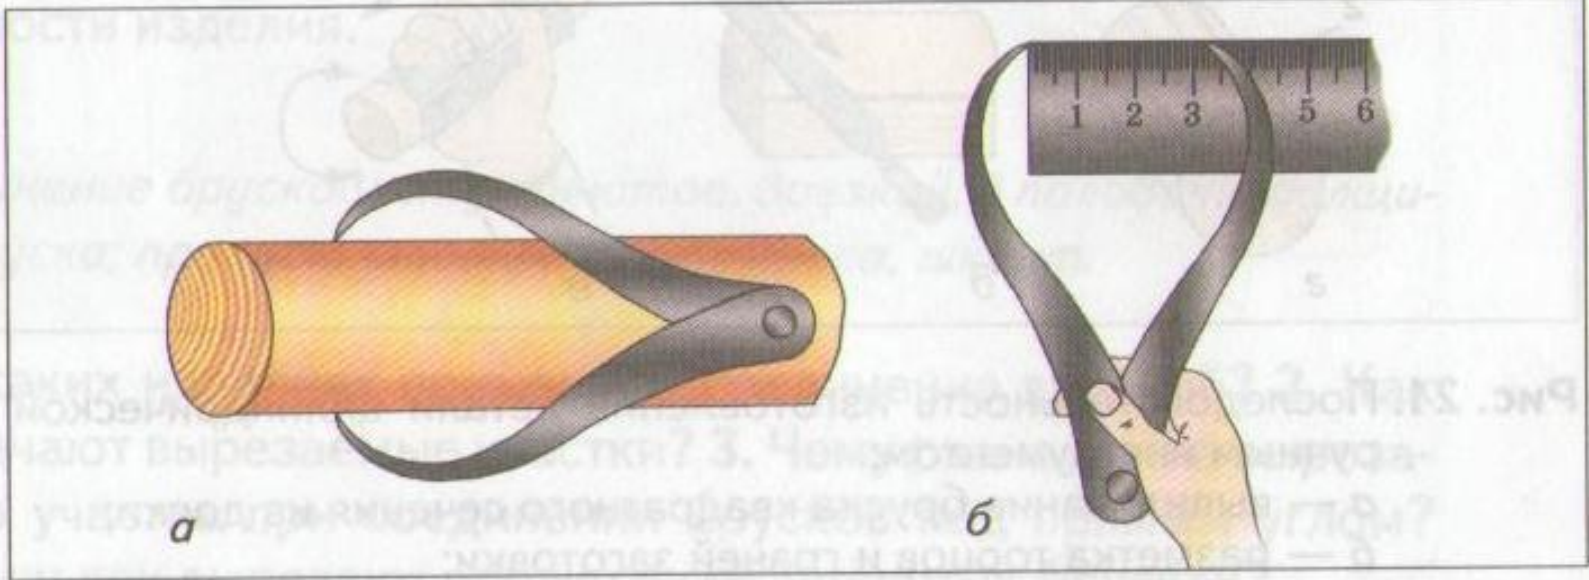

Рис. 2. Контроль диаметра круглой детали:
- Диаметр детали измеряют **кронциркулем** сначала на детали (рис. 2,а), а затем проверяют его по линейке (рис. 2,б)